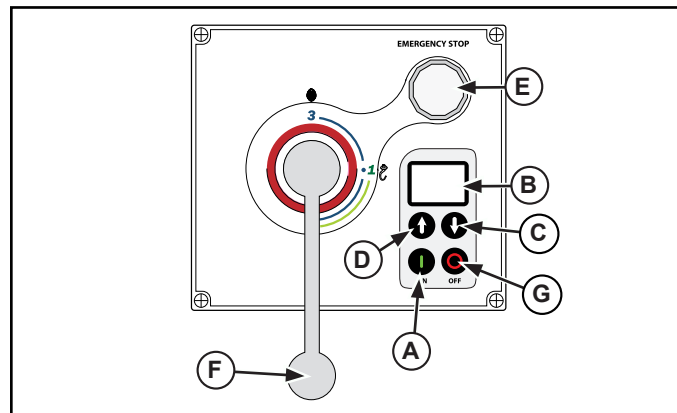

Figura 7. Miscelatore da 44 l, pannello di controllo.
2. Selezionare la velocità desiderata in base agli ingredienti. Utilizzare la leva di selezione velocità (F) per impostare la velocità. Vedere la figura 7 o 8.
3. Una volta selezionata la velocità, premere il tasto On/Off per avviare il miscelatore. Alternativamente, selezionare un ciclo di tempo utilizzando il tasto Tempo su (D) o Tempo giù (C). Premere il tasto ON/OFF.